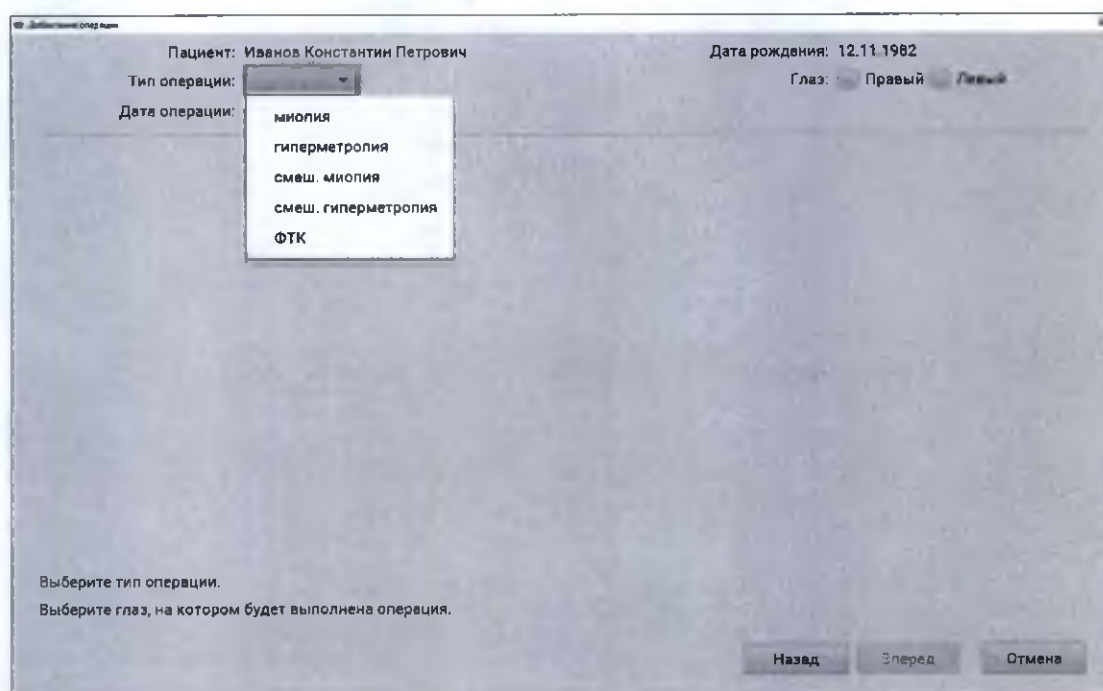

Рис. 5.3: Мастер добавления операции (шаг ввода параметров операции)
2. Выберите пациента из списка находящихся в базе данных пациентов или добавьте нового. Для этого заполните поля *ФИО пациента* и *Дата рождения*. По окончании нажмите *Вперед* для перехода на следующий шаг мастера (рис. 5.3).